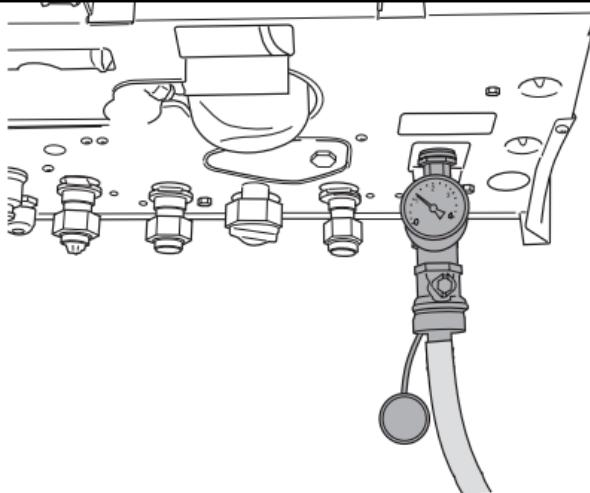

Fig. 1 Riempimento dell'apparecchio singolo
- Collegare il tubo flessibile al rubinetto di carico della caldaia (fig. 1).